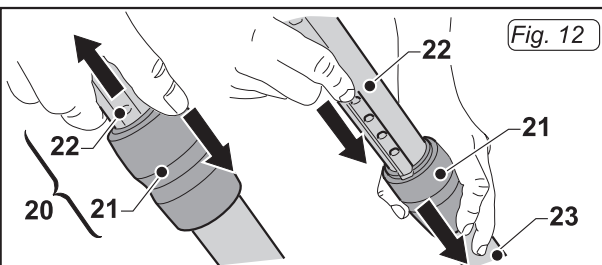

Fig. 12
- Il est possible de régler la longueur du tuyau télescopique (20 Fig. 12) en agissant de la manière suivante:
- Pour allonger le tuyau, appuyer avec le doigt sur l'embout vers le bas (21 Fig. 12) et en même temps extraire la partie
supérieure (22 Fig. 12) du tuyau; une fois la longueur souhaitée atteinte, relâcher l'embout (21 Fig. 12), le tuyau se bloquera dans la position de blocage la plus proche.
- Pour raccourcir le tuyau télescopique, pousser d'une main l'embout vers le bas (21 Fig. 12) et avec l'autre main réinsérer le tuyau supérieur (22 Fig. 12) dans le manchon inférieur (23 Fig. 12).